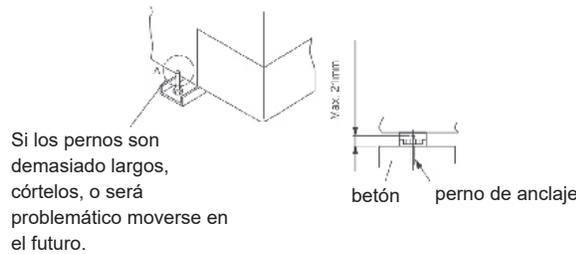

Fig.2
3. Fije la unidad exterior como la Fig.2